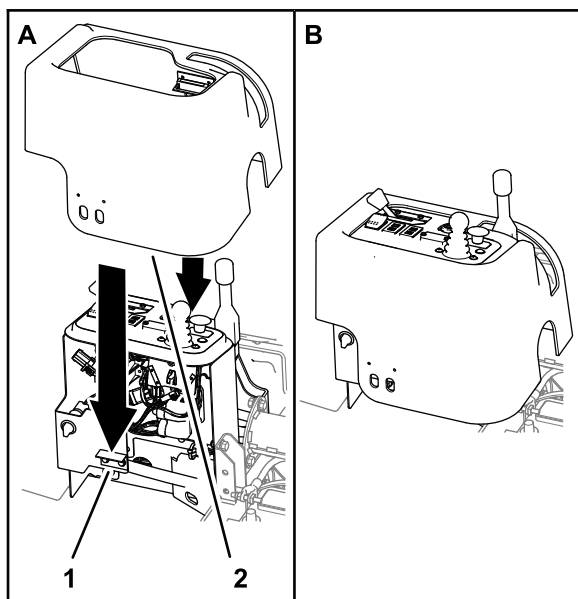

Рисунок 24
1. Наденьте крышку консоли на консоль (Рисунок 24).
2. Совместите паз в крышке с ручкой стояночного тормоза (Рисунок 24).
3. Опустите крышку на консоль таким образом, чтобы магнитная защелка совместилась с фиксирующим кронштейном на опоре пульта (Рисунок 24).